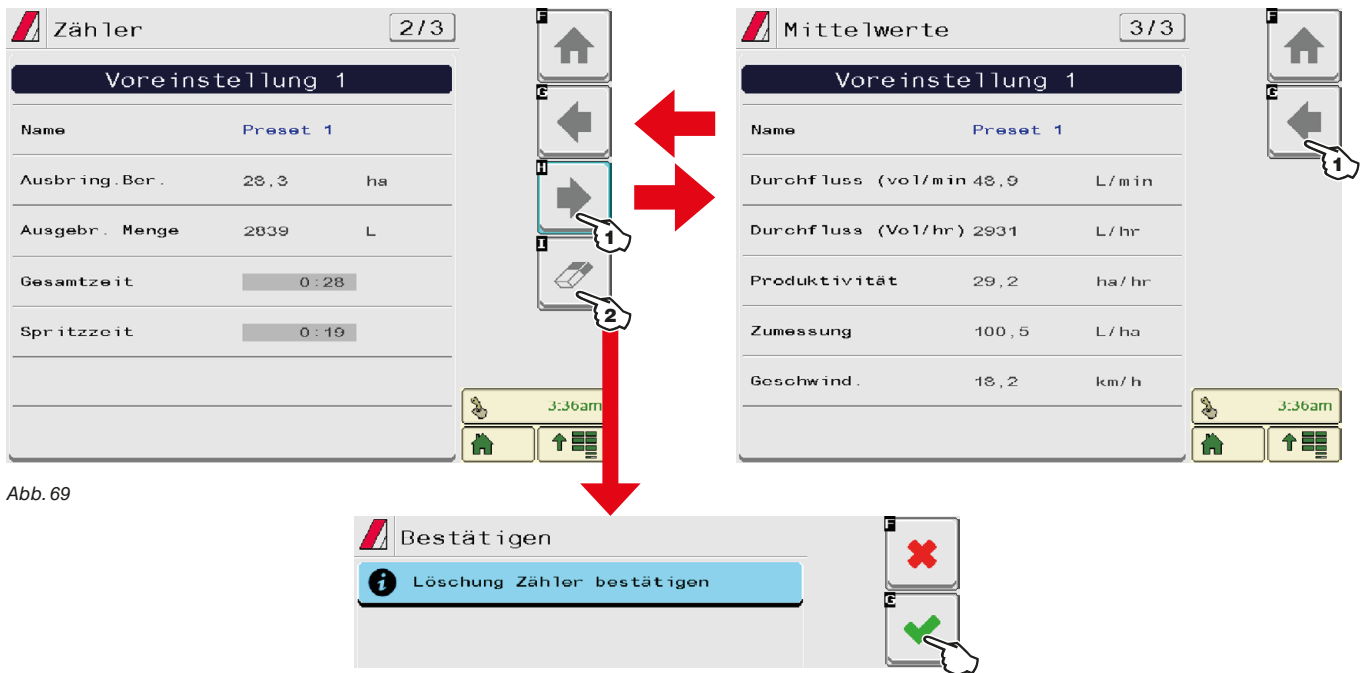

Abb. 69
- die Arbeitsdaten der ausgewählten Behandlung (**Voreinst.**) konsultieren: Seiten „Zähler“ und „Mittelwerte“ in Abb. 69.